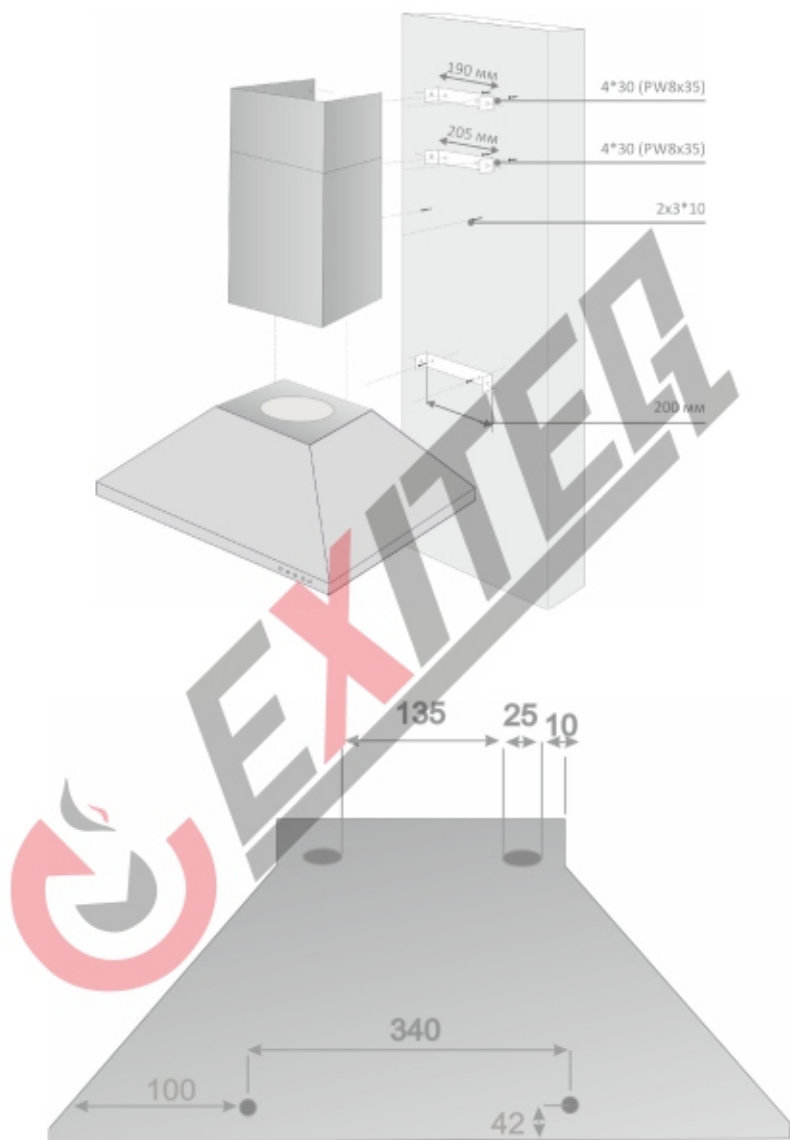

Рис. 8 Схема монтажа вытяжки
При навешивании вытяжки, перед установкой необходимо дополнительно 4 отверстия диаметром 8 мм, чтобы закрепить кронштейн болтами и дюбелями, идущими в комплекте. (Рис. 8)
2. Просверлите отверстия по отметкам (8\*40 мм). Вставьте дюбеля. Повесьте изделия и зафиксируйте саморезами (4\*30 мм). (Рис.8)